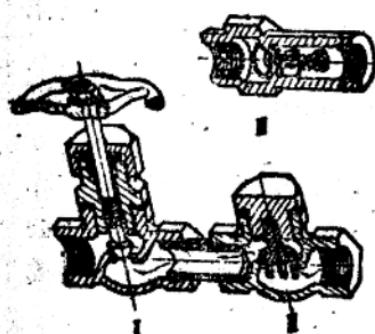

图 8 I 进水截門与止回閥
8. 进水截門与止回閥：进水截門(图8. I)用于止回閥发生故障时，截断汽和水，用的是球形閥式截門，安装在鍋爐身的下部管子絲头上，另一端用管子絲头与止回閥(图